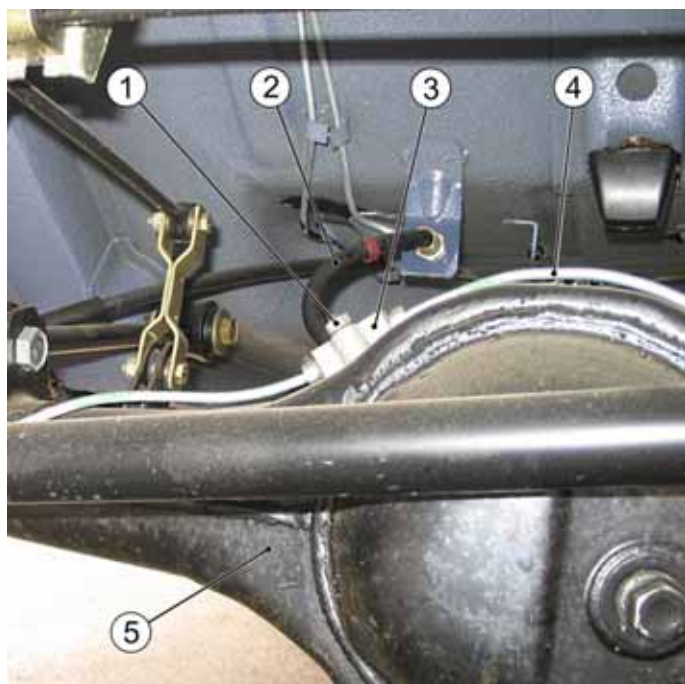

Рисунок 7 – Отсоединение тормозных трубок от балки заднего моста:
2.11 Отвернуть гайку 1, рисунок 7, крепления тройника 3 к балке 5 заднего моста, отсоединить тормозные трубки 4 от тормозных цилиндров и от балки заднего моста, установить на трубки технологические заглушки, снять трубопровод в сборе с гибким тормозным шлангом 2 (ключ гаечный 10, отвертка плоская, заглушки технологические).